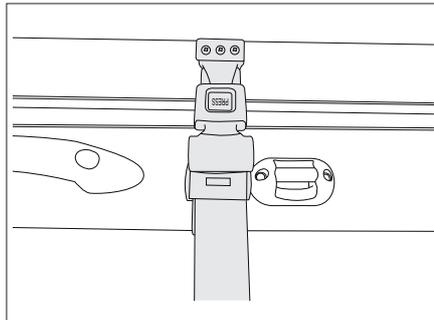

Bild 121 Sicherungsgurt
- Den Sicherungsgurt (Bild 121) lösen.
- Den Sicherungsgurt (Bild 121) anbringen.